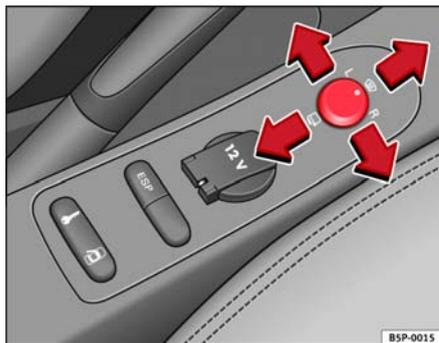

Fig. 91 Mando de los retrovisores exteriores
1. En primer lugar, gire el mando ⇒ fig. 91 hasta la posición **L (retrovisor izquierdo)**.
- Gire el mando hacia delante, en la posición central ⇒ fig. 91 ①, para que los retrovisores térmicos se calienten y la función de cristal parabrisas calefaccionable\* en la zona de reposo de las escobillas, quede activada. ⇒ página 122
- Gire el mando ⇒ fig. 91 hasta la posición  para plegar los retrovisores exteriores. Para evitar daños en el vehículo, debería plegar los retrovisores exteriores siempre que utilice un túnel de lavado automático.